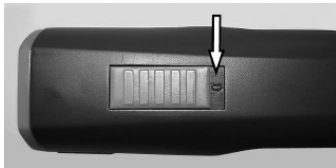

Fig. 4 Brytare i läge FRÅN ("0")
1. Kontrollera om det finns främmande partiklar och föroreningar på klipprens kontakter (1) och på batteriet (2).
2. Säkerställ att klipprens brytare är i läge OFF ("0") (fig. 4).
3. För in batteriet (2) i klippren (3) tills batterispärren (1) aktiveras på båda sidorna.
4. Sätt försiktigt in klippren med det isatta batteriet (1) eller enbart batteriet (2) i laddningsöppningen på laddningsstationen.
6. Batteriet laddas. Under laddningstiden lyser kontrollampan rött (3). Så fort batteriet har laddats till 90 % tänds den gröna kontrollampan och laddaren övergår till underhållsladdning.
7. Håll laddaren stadigt med ena handen och dra ut klippren (1) eller batteriet (2) med den andra.
1. Vrid brytaren till läge "0" (fig. 4).
2. Tryck på batterispärren (2) på båda sidorna inåt och dra ut batteriet (1) ur klippern.
3. För in det laddade batteriet (1) i klippern (2) tills batterispärren aktiveras på båda sidorna.